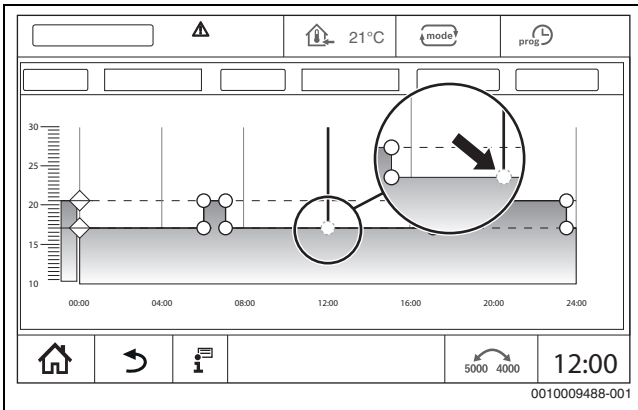

Рис. 27 Добавление точки переключения
- ▶ Коснитесь точки переключения (→ рис. 27, стр. 27) и потяните на температуру пониженного режима.